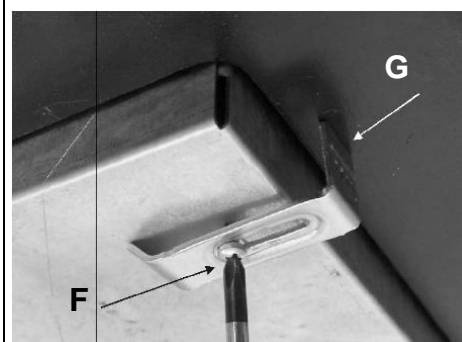

FIG. 10
- Se o cabo de alimentação "C" está desprovido de tomada (ver fig. 10), aplique uma tomada normalizada e adequada para a carga indicada na etiqueta de identificação. Ligue os cabos Segundo o esquema da fig.10, prestando atenção para respeitar as seguintes correspondências: